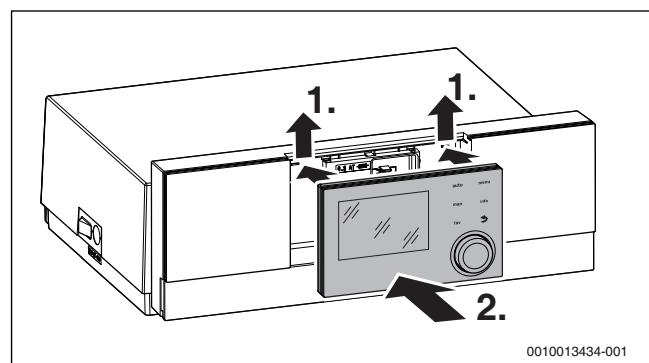

Рис. 24 Установка пульта управления
- Установите пульт управления RC 310 в систему управления (→ рис. 24).